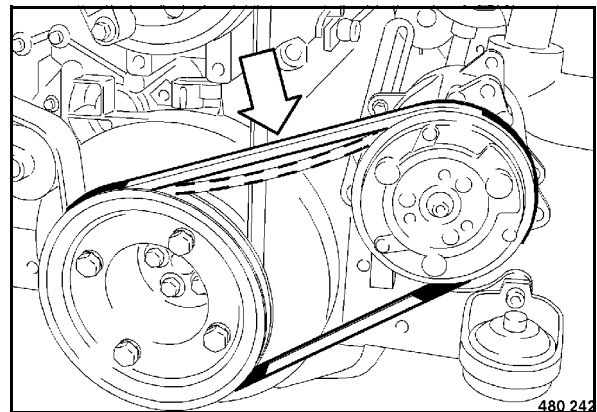

Fig. 135
- Comprobación visual de la correa trapezoidal (Fig. 135) por todo su contorno por deterioros o grietas. Cambiar una correa trapezoidal deteriorada o desgarrada.